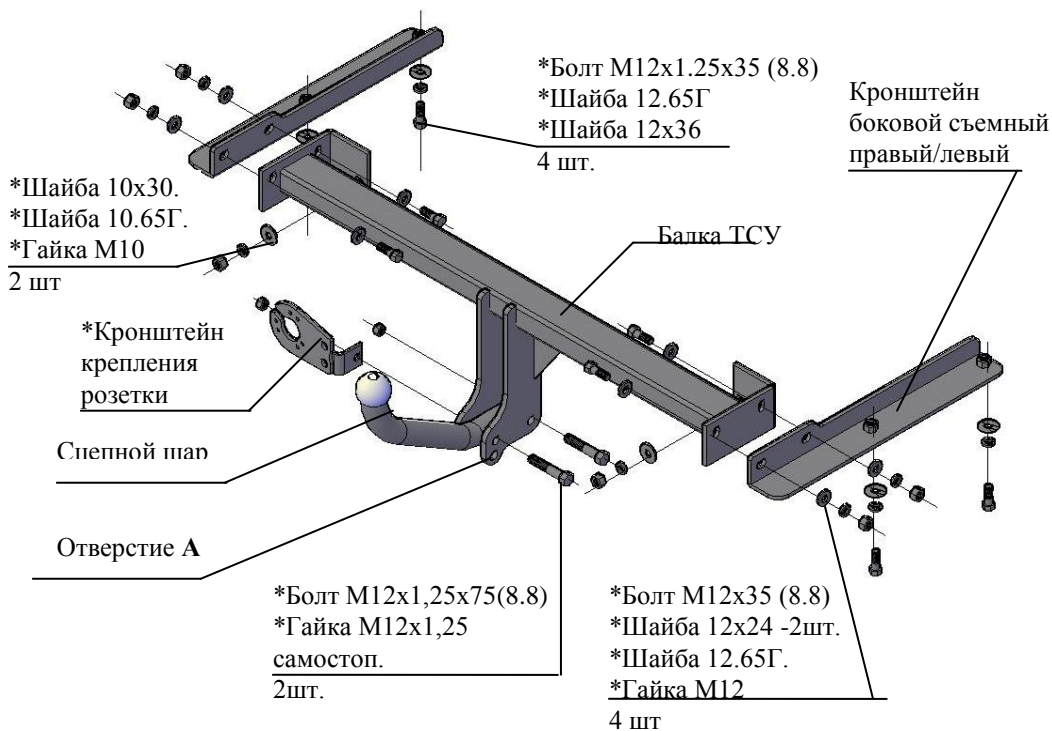

Рис.1 Тягово-цепное устройство 9931
2.1 ТСУ 9931 в сборе (рис.1)	1 шт.
2.2 Пакет с комплектующими (см. рис.1)	1 шт.
4.3 Установить боковые съемные кронштейны ТСУ (правый и левый соответственно рис.1) внутрь лонжеронов а/м, закрепить к нижним полкам болтами М12х1,25х35, (используя приварные гайки), под головки болтов подложить шайбы 12.65Г и шайбы 12х36. Крепеж не затягивать.